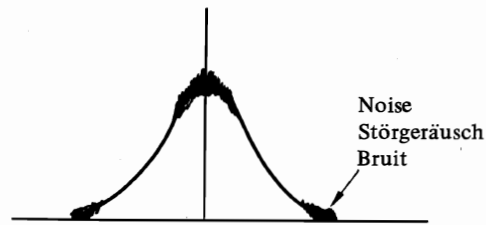

Fig. 5 Abb. 5
- (Note 2) Using a sweep generator, apply low-input signals (with a small amount of noise superimposed as in Fig. 5, and adjust the tuner pack's IFT so that the waveforms are brought to their maximum in center marker frequency (10.7 MHz).
- (Note 4) Remove the hot wire of the shielded wire (D) and apply a 2.85 V DC voltage to pin (11) B2 in the TUNER PACK P.W.B., and adjust Lo so that the frequency of LOCAL OUT fed out to pin (7) F. out is brought to 98.20 MHz.
- (Note 5) Remove the hot wire of the shielded wire (D) and apply a 21.0 V DC voltage to pin (11) B2 in the TUNER PACK P.W.B., and adjust TCo so that the frequency of the LOCAL OUT fed out to pin (7) F. out is brought to 118.7 MHz.
- (Hinweis 2) Mit Hilfe eines Wobbelgenerators sind niederpegelige Signale (mit geringer Rauschstörung an der Anstiegsflanke der in Abb. 5) anzulegen; IFT des Tuner-TEils so abgleichen, daß Wellenform an der Mittenmarkierungsfrequenz (10,7 MHz) ein Maximum annimmt.
- (Hinweis 4) Den spannungsführenden Draht des abgeschirmten Kabels (D) abtrennen und eine Gleichspannung von 2,85 V an Stift (11) B2 der Tuner-Leiterplatte anlegen; Lo so abgleichen, daß die am Ausgang des Empfangsoszillators (LOCAL OUT) an Stift (7) F angelegte Frequenz 98,20 MHz annimmt.
- (Hinweis 5) Den spannungsführenden Draht des Kabels (D) abtrennen und eine Gleichspannung von 21,0 V an Stift (11) B2 der Tuner-Leiterplatte anlegen; TCo so abgleichen, daß die am Ausgang des Empfangsoszillators (LOCAL OUT) an Stift (7) F angelegte Frequenz 118,7 MHz annimmt.
- (Note 2) Utiliser un générateur de balayage et appliquer des signaux d'entrée à faible niveau (avec un faible chevauchement de bruit comme représenté sur la figure 5, et ajuster le transformateur de fréquence intermédiaire du groupe tuner pour amener les formes d'ondes à leur maximum de la fréquence nominale de repérage (10,7 MHz).
- (Note 4) Débrancher le fil chaud du fil blindé (D) et appliquer une tension continue de 2,85V à la broche (11) B2 de la plaquette à circuits imprimés du groupe tuner et ajuster la basse tension pour que la fréquence de la sortie LOCAL OUT obtenue à la broche (7) F.OUT corresponde à 98,20 MHz.
- (Note 5) Débrancher le fil chaud du fil blindé (D) et appliquer une tension continue de 21,0 V à la broche (11) B2 de la plaquette à circuits imprimés du groupe tuner et ajuster TCO pour que la fréquence délivrée à LOCAL OUT à la broche (7) F.OUT corresponde à 118,7 MHz.